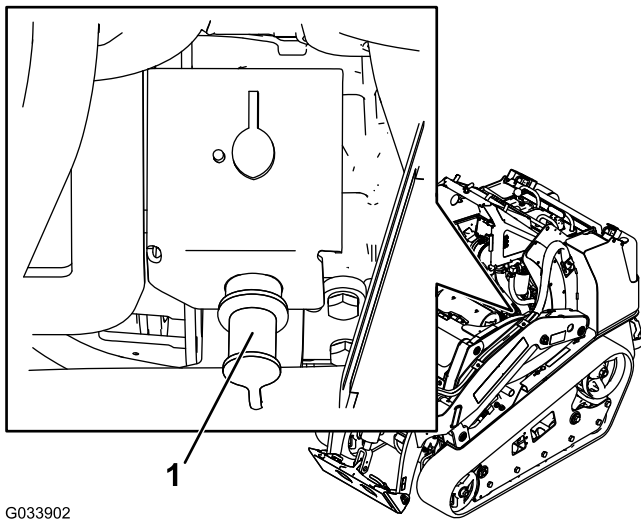

Figura 52
2. Îndepărtați capacul de pe tija de pornire de la o sursă externă (Figura 52).
3. Conectai un capăt al cablului jumper pozitiv (+) la tija de pornire de la o sursă externă (Figura 52).